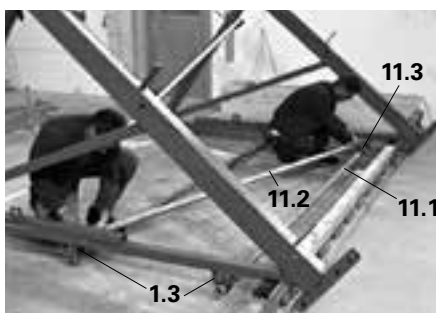

Fig. A1.08
8. Rinforzare con un tubo diagonale (11.2) e due giunti orientabili (11.3). (Fig. A1.08)